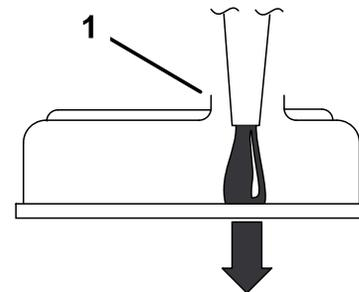

Figura 51
**Importante:** Versate l'olio molto lentamente, e non bloccate il foro di rifornimento (Figura 51). Se versate l'olio troppo velocemente o bloccate il foro, l'olio può rigurgitare e sporcare le prese d'aria, danneggiando il motore.